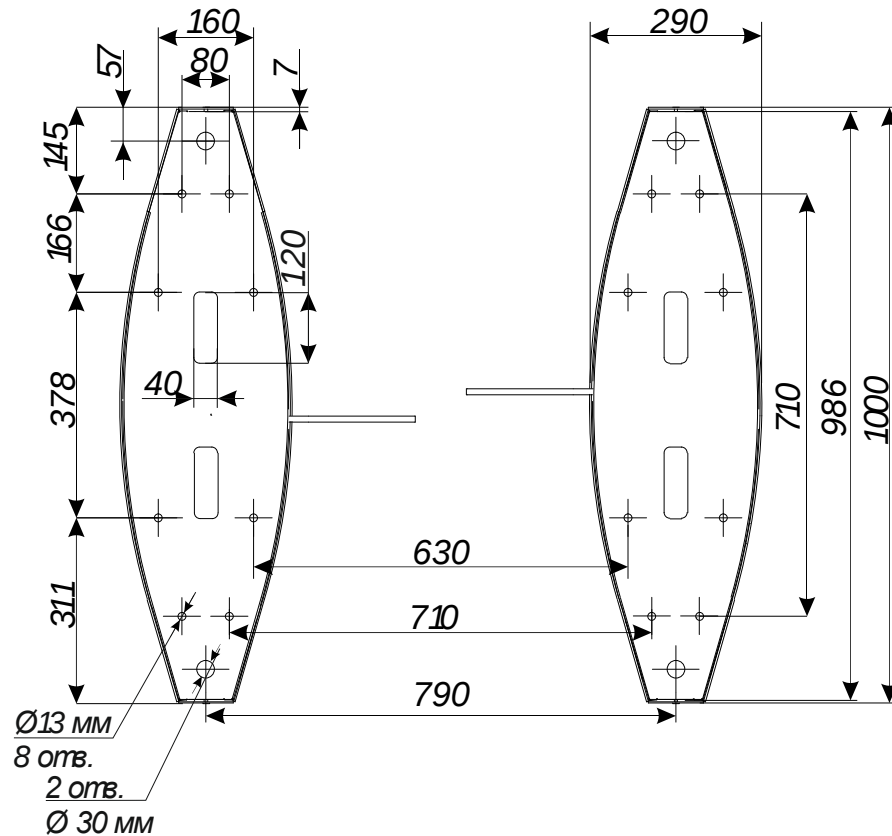

Рис. 13– Установочные размеры турникета типа «SPEEDBLADE»
4. - совместить крепежные отверстия в нижней пластине турникета с подготовленными отверстиями в поверхности согласно разметки рис.13;